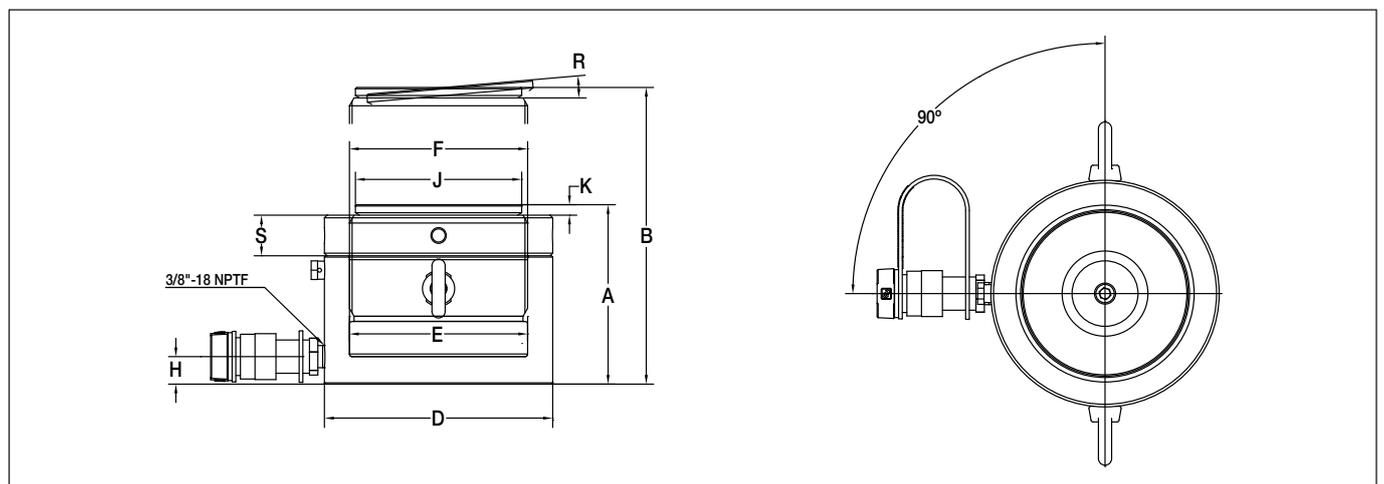

Abbildung 6, Abmessungen - LPL-Serie
11.1 Abmessungen - Zölliges System (siehe Abbildung 6)
11.2 Abmessungen - Metrisches System (siehe Abbildung 6)